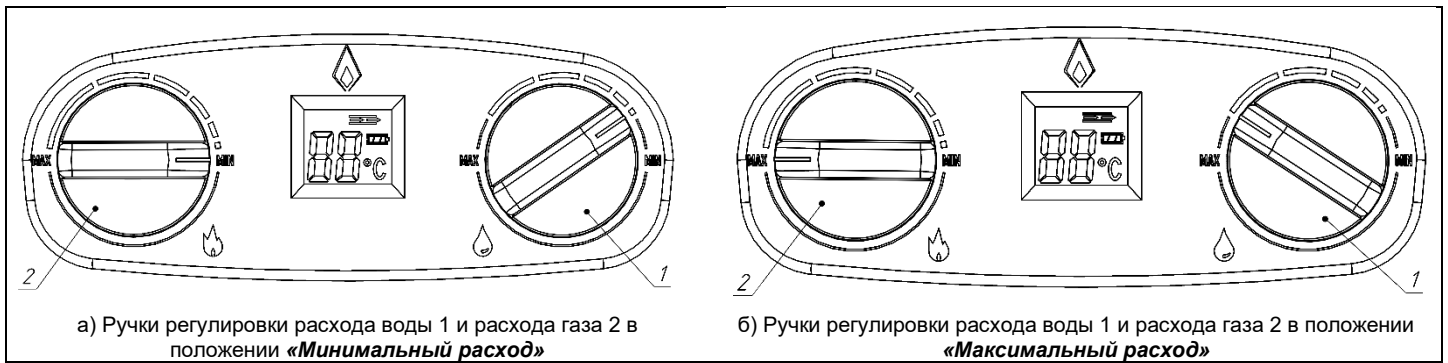

Рисунок 2. Положения ручек регулировки аппарата
- г) рекомендуется повернуть ручки 1 и 2 в положения минимального расхода воды и газа (рис. 2);
*Примечание 2.* Зажигание горелки произойдет при расходе воды не менее 2,5 л/мин в положении ручки 1 регулятора расхода воды «Минимальный расход» (рис. 2) и не менее 6 л/мин в положении «Максимальный расход». Поэтому, если после открытия крана горячей воды горелка не зажигается, то следует перевести ручку регулятора расхода воды в положение «Минимальный расход» или краном горячей воды увеличить расход воды, протекающей через аппарат.
3.2.1. Регулирование расхода воды через аппарат производится ручкой 1 (рис. 2): поворот ручки к положению «Минимальный расход» уменьшает расход воды, поворот ручки к положению «Максимальный расход» увеличивает расход воды. При этом в положении ручки «Минимальный расход» включение водонагревателя происходит при расходе воды не менее 2,5 л/мин, в положении «Максимальный расход» – при расходе воды не менее 6 л/мин. В промежуточных положениях ручки 1 включение водонагревателя происходит, соответственно, в диапазоне расходов не менее 2,5...6 л/мин.